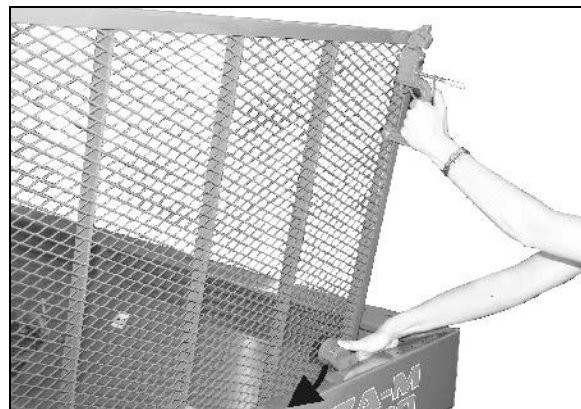

Fig. 24
- Tryck ner spärranordningen innan skyddsgallret stängs (Fig. 24).